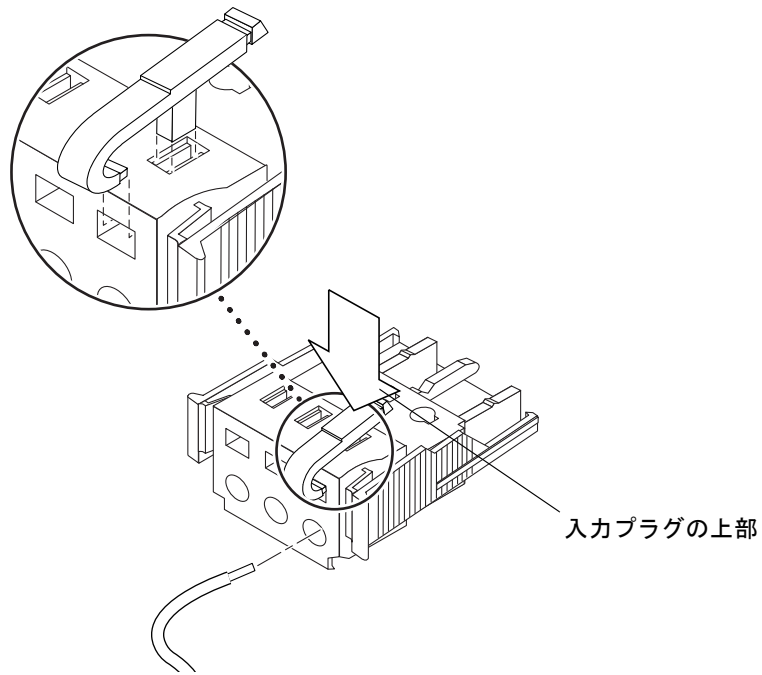
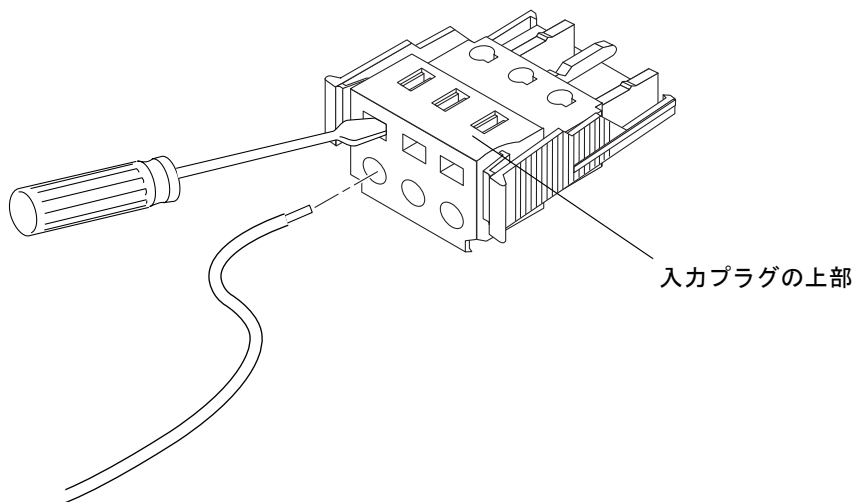

図 5-3 ケージクランプ操作レバーを使用して、DC 入力プラグのケージクランプを開く方法
図 5-4 ねじ回しを使用して、ケージクランプを開く方法
- 最初のワイヤーを差し込む DC 入力プラグの穴のすぐ上の四角い穴に、ケージランプ操作レバーの先端を挿入します。ケージランプ操作レバーを押し下げます (図 5-3 を参照)。
- 最初のワイヤーを差し込む DC 入力プラグの穴のすぐ上の四角い穴に、小さなマイナスのねじ回しを挿入して押し下げます (図 5-4 を参照)。
DC 入力プラグからワイヤーを取り外す必要がある場合は、そのワイヤーのすぐ上の四角い穴 (スロット) にケージランプ操作レバーまたは小さなマイナスのねじ回しを差し込んで押し下げます (図 5-3 および図 5-4 を参照)。DC 入力プラグからワイヤーを引き出します。